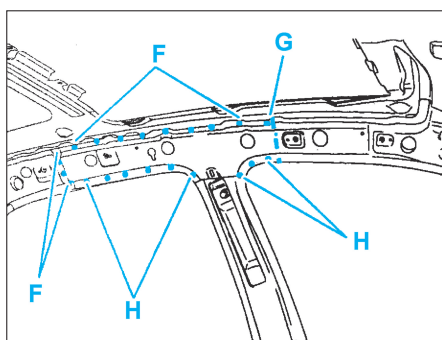

FIG. 84
- cordons successifs au MIG (avec l'équipement AB1) et meuler les cordons suivant (E).
- points bouchons au MIG suivant (C) et meuler les bouchons,
- points bouchons au MIG suivant (F) et meuler les bouchons (Fig.84),